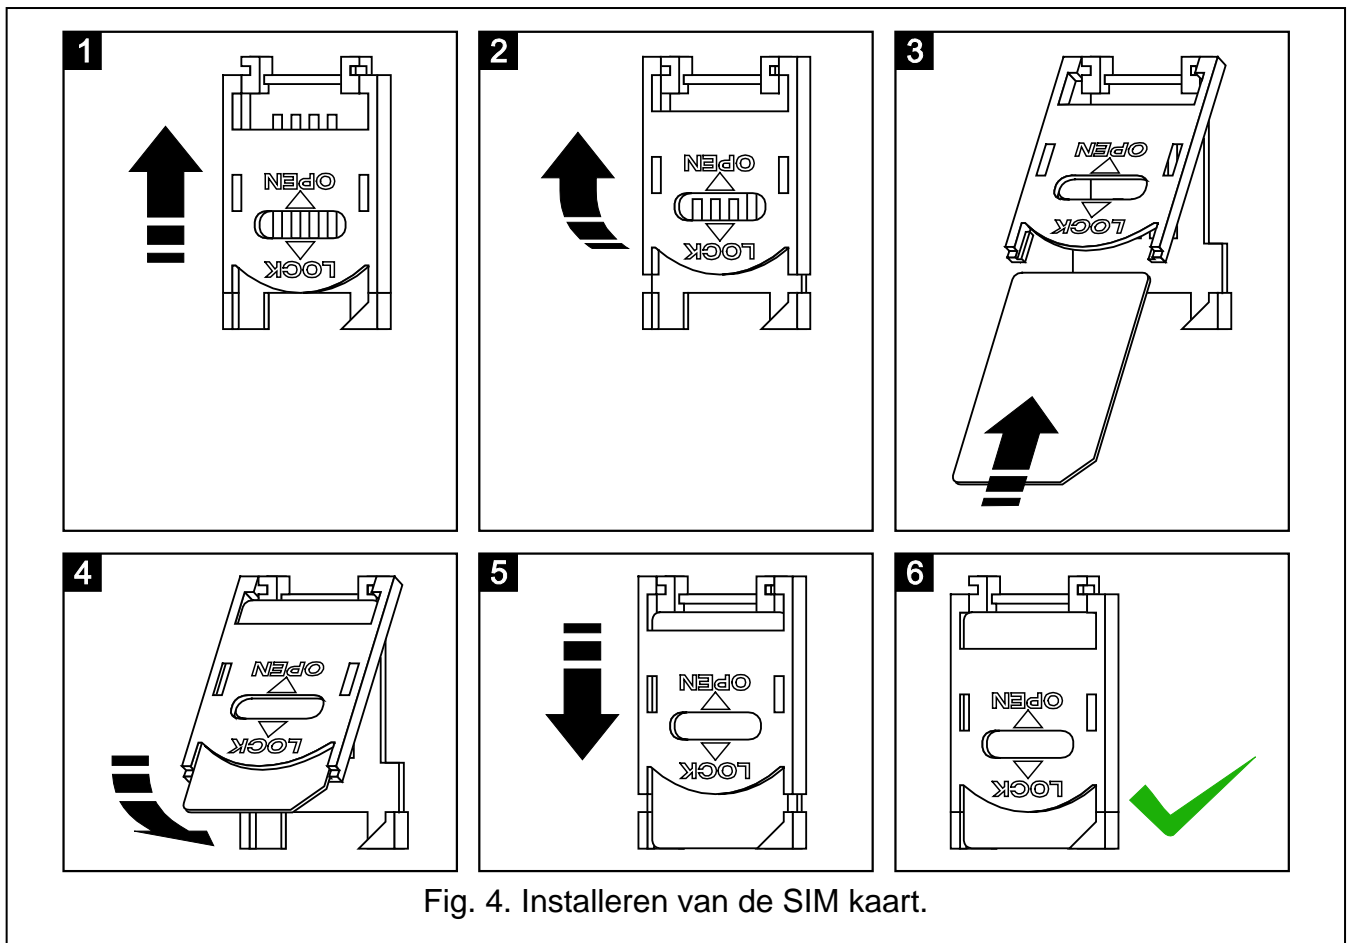

Fig. 4. Installeren van de SIM kaart.
7. Plaats de SIM kaart in de houder (zie: Fig. 4).